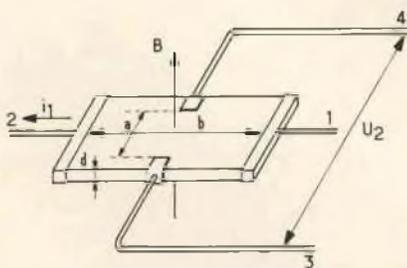

Fig. 1 - Rappresentazione schematica di un generatore di Hall.
**I** generatori a effetto Hall si basano sul fatto che una differenza di potenziale  $U_2$  (tensione Hall a circuito aperto) appare fra i terminali 3 e 4 di una piastrina nella quale circola longitudinalmente una corrente di comando  $i_1$ . Tutto ciò avviene appena la piastrina è sottoposta perpendicolarmente a un campo magnetico  $B$  (fig. 1). Il valore di questa d.d.p. è dato dall'espressione: